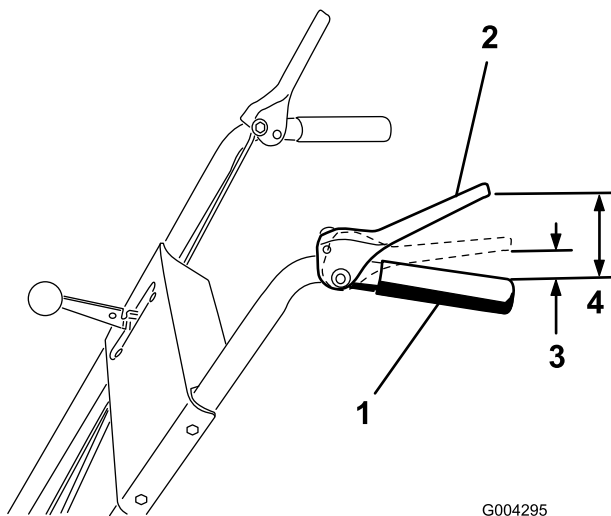

Bild 7
2. Stellen Sie die zwei Bundmutter durch Drehen der Fahrtriebsstange nach oben oder unten so ein, dass der Abstand zwischen der Oberkante des Handgriffs und der Unterkante des Fahrtriebshebels ca. 11,4 cm beträgt (Bild 7).
4. Schieben Sie den Schalthebel (Bild 7) in den dritten Gang.
Hinweis: Die Einstellung ist korrekt, wenn sich die Räder nicht mehr rückwärts drehen, und der Abstand zwischen der Oberkante des Handgriffs und der Unterkante des Gasbedienungshebels 2,5 bis 5 cm beträgt, siehe Bild 7.